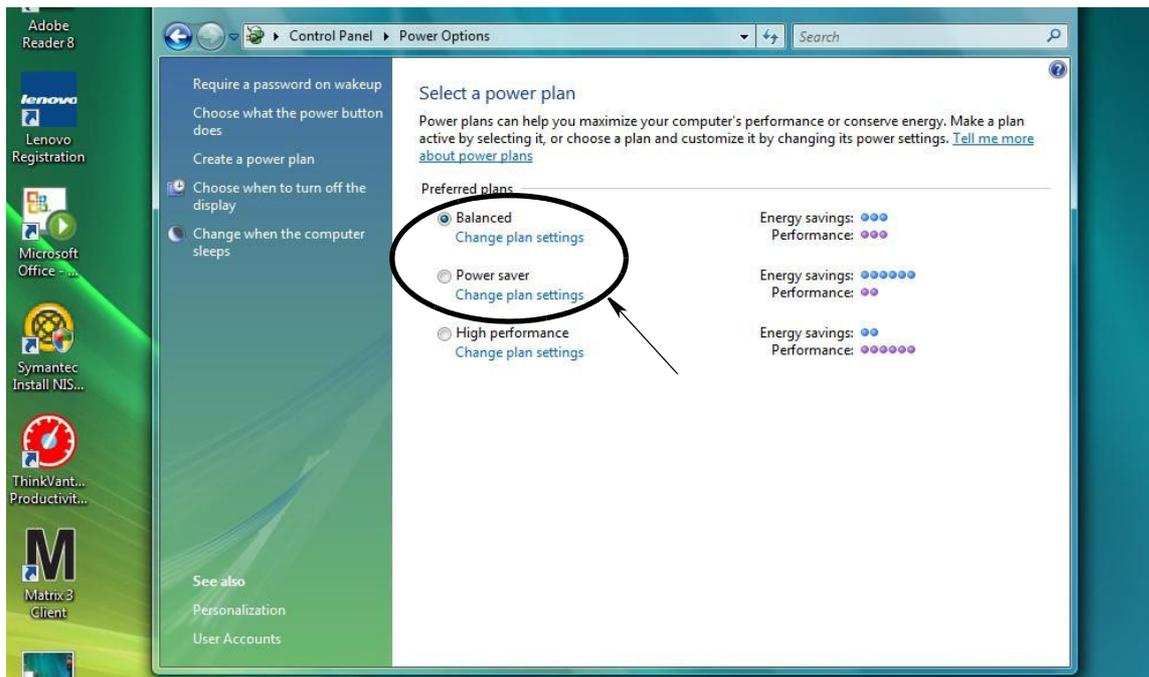

FIG. 34
3. Selezionare una combinazione per il risparmio di energia: “Bilanciato” oppure “Risparmio di energia”, quindi fare clic sul collegamento “Modifica impostazioni combinazione” per visualizzare le opzioni di ibernazione (Fig. 34).